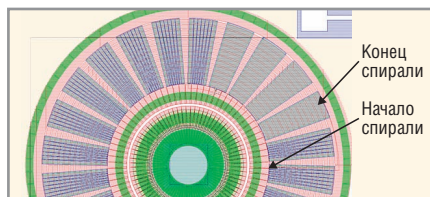

Рис. 3. Высоковольтный диод со спиральной периферией в слое поликремния с ДЗ (показано без металлизации)
- Опыт изготовления диодов Зенера в слое поликремния позволил не только разработать БТИЗ для систем электронного зажигания автомобилей, защищённого от статэлектрических разрядов до 6000 В, но и разработать в дальнейшем спиральную периферию в слое поликремния с ДЗ (см. рис. 3), нечувствительную к стационарным и подвижным зарядам в межслойном и защитном (пассивирующем) диэлектриках. Преимущества спиральной периферии заключаются в том, что она: